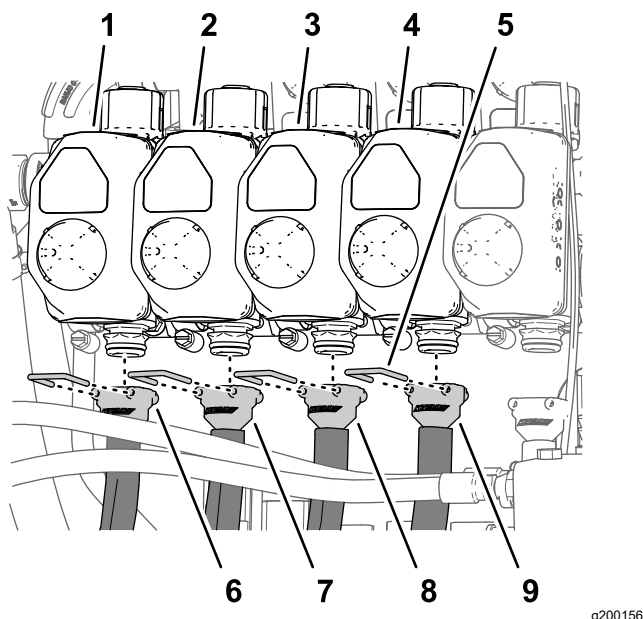
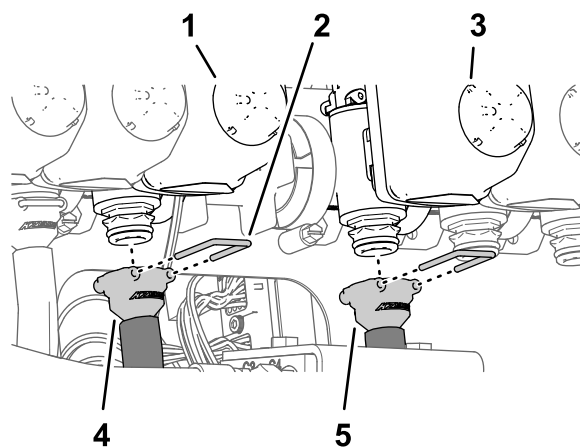

Figura 128
Figura 129
Nota: Consulte la Figura 128 en Conexión de las mangueras a las válvulas de boquillas 1 a 4 \(página 65\), la Figura 129 en Conexión de las mangueras a las válvulas de boquilla 5 y 6 \(página 65\), y la Figura 130 en Conexión de las mangueras a las válvulas de boquilla 7 a 10 \(página 66\) para conocer las posiciones de las válvulas de las boquillas.
1. Monte el acoplamiento dentado recto de una manguera de suministro de 279 cm (110") en el acoplamiento de la válvula de boquilla 1 (Figura 128).
2. Sujete el conector dentado al acoplamiento con una horquilla de retención (Figura 128).
3. Monte el acoplamiento dentado recto de una manguera de suministro de 234 cm (92") en el acoplamiento de la válvula de boquilla 2 (Figura 128).
4. Sujete el conector dentado al acoplamiento con una horquilla de retención (Figura 128).
5. Monte el acoplamiento dentado recto de una manguera de suministro de 188 cm (74") en el acoplamiento de la válvula de boquilla 3 (Figura 128).
6. Sujete el conector dentado al acoplamiento con una horquilla de retención (Figura 128).
7. Monte el conector dentado recto de una manguera de suministro de 188 cm (74") en el acoplamiento de la válvula de boquilla 4 (Figura 128).
8. Sujete el conector dentado al acoplamiento con una horquilla de retención (Figura 128).
1. Monte el acoplamiento dentado recto de una manguera de suministro de 81 cm (32") en el acoplamiento de la válvula de boquilla 5 (Figura 129).
2. Sujete el conector dentado al acoplamiento con una horquilla de retención (Figura 129).
3. Monte el conector dentado recto de una manguera de suministro de 81 cm (32") en el acoplamiento de la válvula de boquilla 6 (Figura 129).
4. Sujete el conector dentado al acoplamiento con una horquilla de retención (Figura 129).